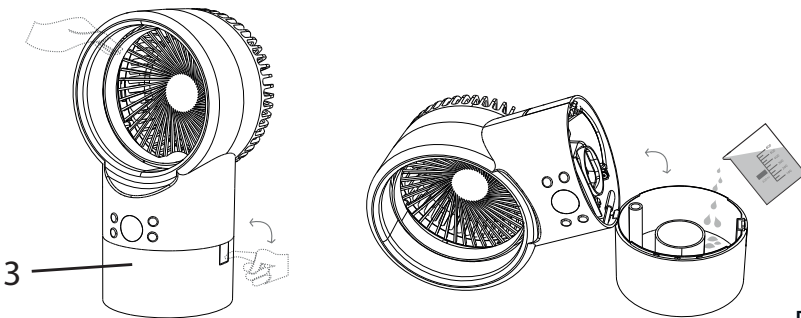

Fig.1
- aprire il contenitore per l'ingresso dell'acqua (3) e aggiungere acqua di rubinetto, senza superare il livello massimo "F". Chiudere il tappo. (Fig. 1). oppure,
- aprire il tappo per l'ingresso dell'acqua (4), inserire acqua di rubinetto e richiudere il tappo.
- 3) Collegare il prodotto all'alimentazione. La spia LED (7) "💡" inizierà a lampeggiare.
- 4) Premere il pulsante (A) "⏻" per entrare nella modalità lavoro.